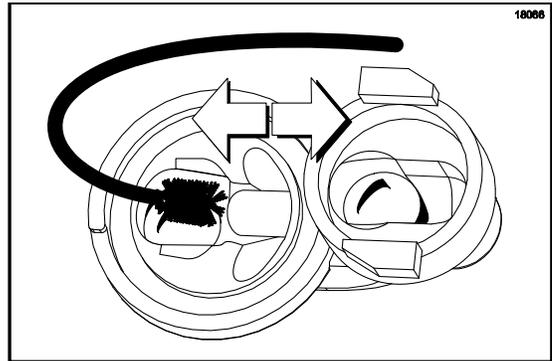

Figura 85
7. Mueva el cepillo hacia delante y hacia atrás para restregar este espacio. Introduzca el cepillo por completo y extráigalo del cuerpo de la válvula. (Vea la figura 85).